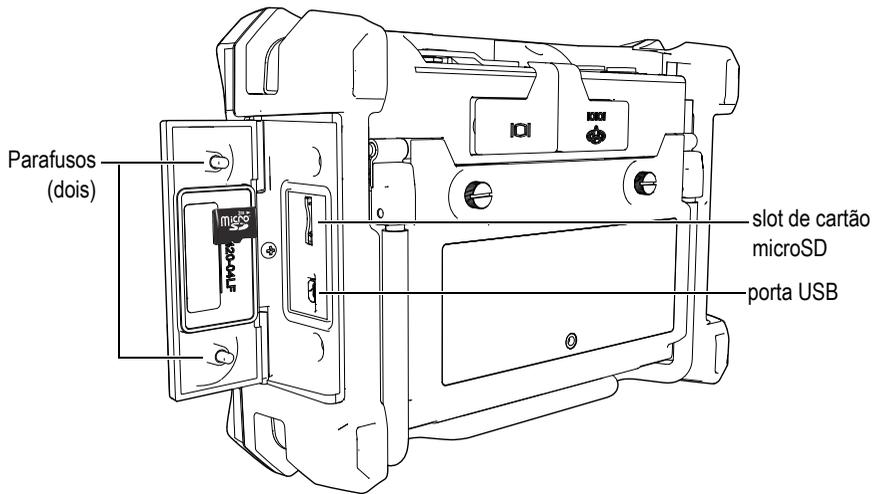

Figura 1-13 Instalação do cartão microSD
2. Solte os dois parafusos e, em seguida, abra a porta de E/S do Magna-Mike 8600 (ver a Figura 1-13 na página 38).